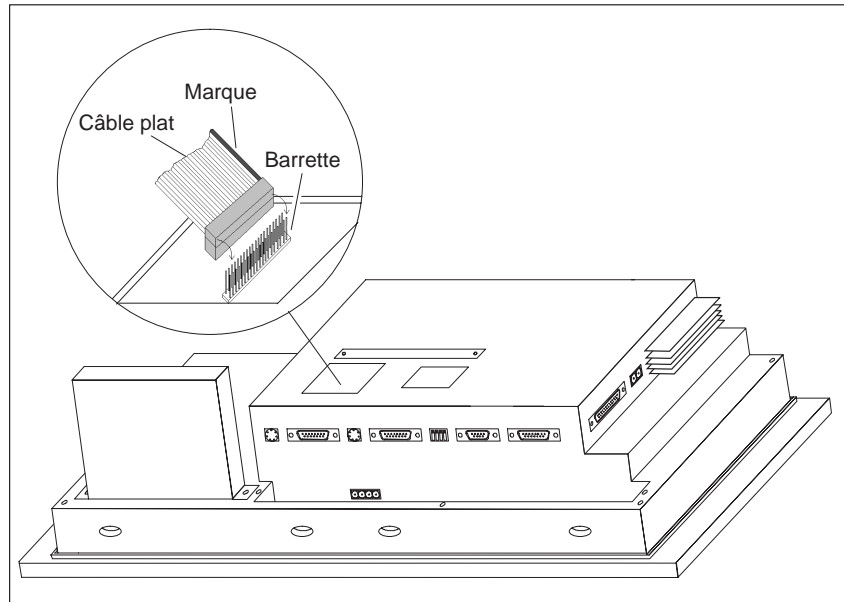

Figure 18-9 Enficher le connecteur de la Control Panel Interface (exemple de l' OP37)
3. Enfichez le connecteur du câble plat de la CPI sur la barrette du pupitre de contrôle-commande de sorte que le côté marqué en couleur du câble plat soit dirigé vers le centre de l'appareil (voir la figure 18-9).